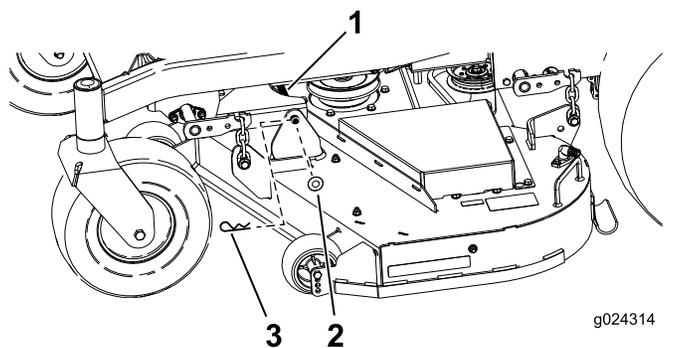

Figure 74
- Retirez la goupille fendue et la rondelle qui fixent l'axe de liaison au cadre et au plateau, et déposez l'axe (Figure 74).
9. Fixez l'axe de liaison avec les goupilles fendues et les rondelles retirées précédemment (Figure 74).